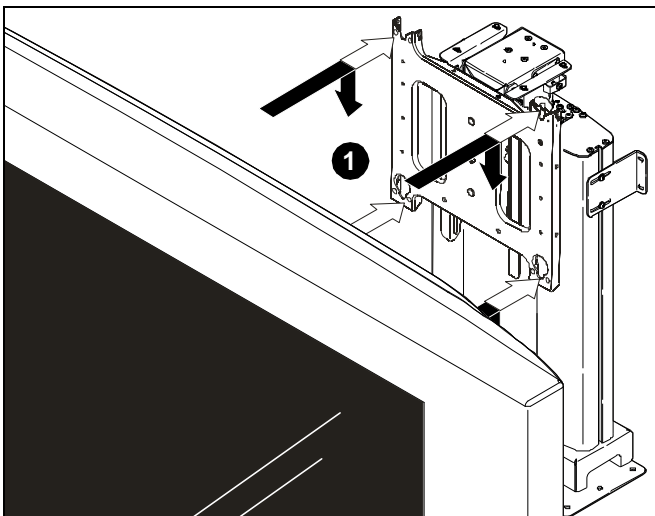
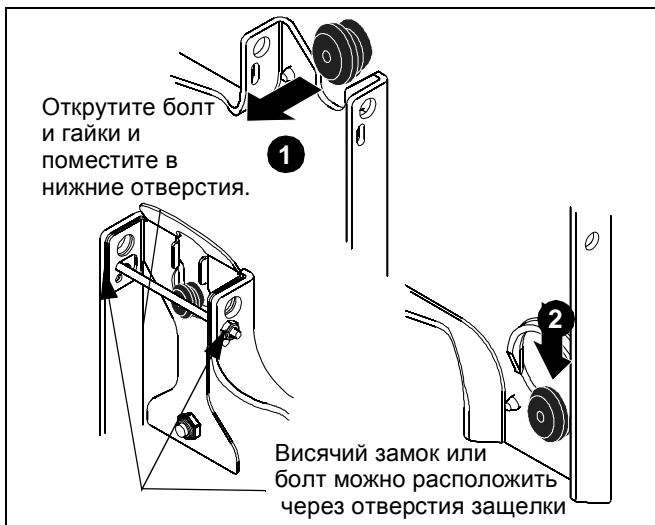

рис. 9
рис. 10
1. Поддерживая монитор с двух сторон, выровняйте положение четырех монтажных крепежей на мониторе или соединительный кронштейн с четырьмя монтажными отверстиями на лицевой панели. (см. рис. 9) и (см. рис. 10)
2. Опустите монитор на место до щелчка, чтобы убедиться, что поверхность с выемкой монтажных крепежей правильно установлена в нижней части монтажных отверстий и сработал механизм защелкивания. (см. рис. 9) и (см. рис. 10)
ПРИМЕЧАНИЕ: Отверстия на лицевой панели предназначены для использования висячего замка или при необходимости подобного фиксирующего устройства. Кроме того, можно открутить болт и гайку из верхних отверстий и поместить в нижние отверстия, чтобы они выступали в качестве фиксирующего устройства в течение более длительного времени. (см. рис. 10)